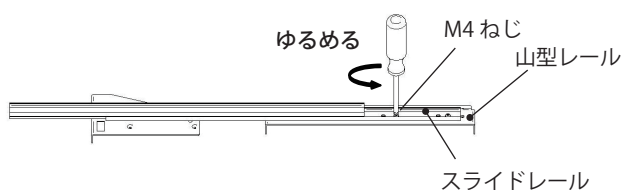

図 3
- 山型レールに固定されているスライドレールの M4 ねじ 2 ヶ所をゆるめ、スライドレールと山型レールが自由に動かせるようにしてください。(図 3)